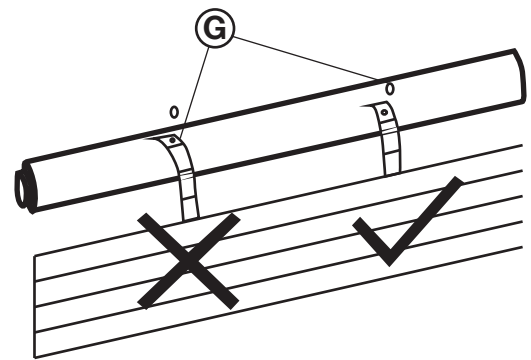

Fig. 8
- La barra de conexión entre el tubo y la hoja de la puerta no deben ser demasiado larga porque podría perjudicar la resistencia a la extracción del producto (Fig. 8)
- Durante la instalación el motor y el tubo deben ser paralelos, mientras la cortina y la ventana deben ser perpendiculares a la línea axial del tubo (9)